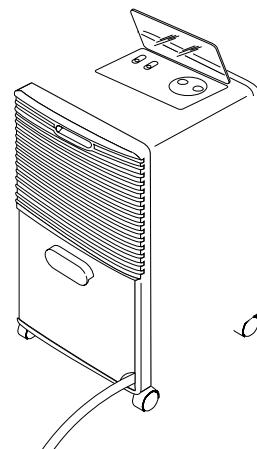

Fig. 3
- 5) Reinserire la tanica (Vedi fig. 3)